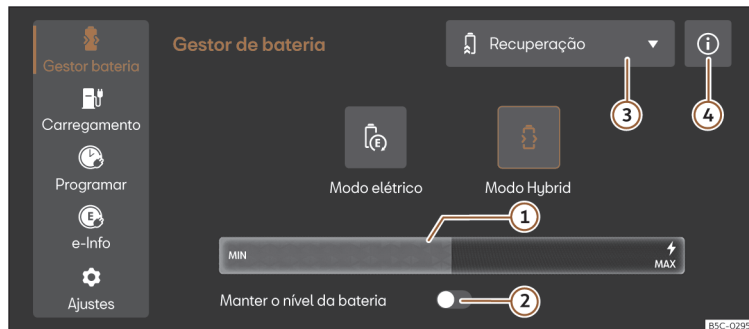

Fig. 120 No sistema de infotainment: menu Gestor da Bateria
- Selecione **Modo elétrico** ou **Modo híbrido** no sistema de infotainment. Encontrará mais informações sobre o modo de funcionamento em ① >>> **Fig. 120** ④.
Legenda da >>> **Fig. 120:**